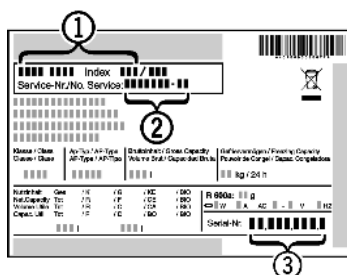

Fig. 8
- ▶ Gerätebezeichnung Fig. 8 (1), Service-Nr. Fig. 8 (2) und Serial-Nr. Fig. 8 (3) vom Typenschild ablesen. Das Typenschild befindet sich an der linken Geräteinnenseite.
- ▶ Den Kundendienst benachrichtigen und den Fehler, Gerätebezeichnung Fig. 8 (1), Service-Nr. Fig. 8 (2) und Serial-Nr. Fig. 8 (3) mitteilen.